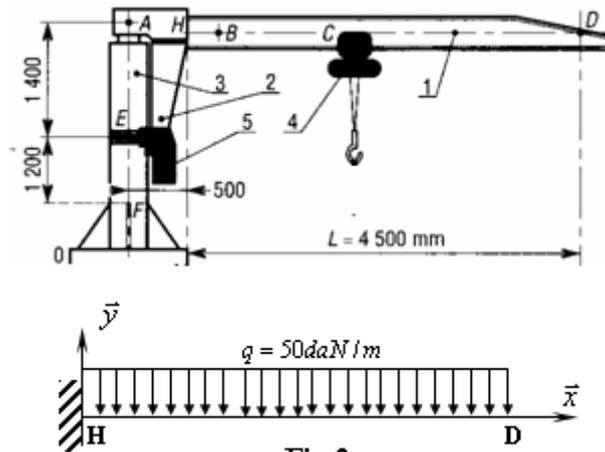

Fig.2
La flèche (1) est modélisée par une poutre (fig.2) sous l'action d'une charge répartie \vec{q} .
La figure 1 représente l'arbre d'entrée d'un réducteur épicycloïdal. Le modèle associé au système est donné par la figure 2. L'action du satellite 2 sur le planétaire 1 en A est $\vec{F}_A(2/1)$.
La figure 1 représente un réducteur de la table coulissante, il est formé par un étage d'engrenage à dentures **droite** et guidé en rotation par des roulements à billes (modélisées par une liaison **linéaire annulaire** d'axe (c,x) , une **liaison rotule** de centre A, voir figure 2). Ce réducteur est accouplé avec un moteur électrique (9) au point E